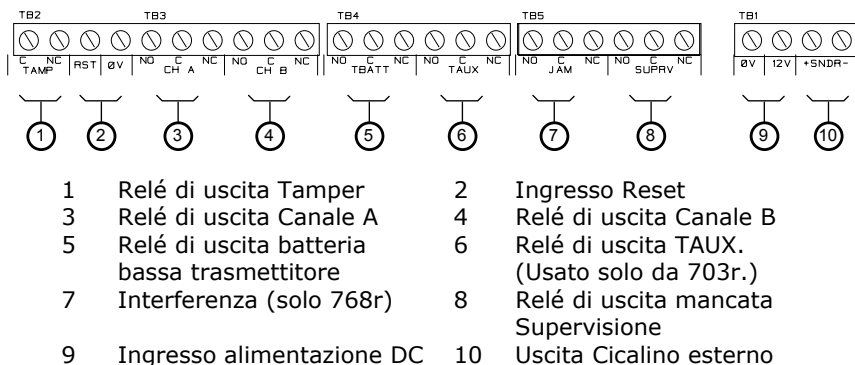

Figura 7. Connettori principali PCB.
E' possibile collegare ogni 768r/769r ad una centrale di allarme qualsiasi tramite connettori posti sulla scheda principale o dai connettori della scheda opzionale e 8 relè. La Figura 7 mostra in dettaglio i connettori disponibili sulla scheda principale.
1. Collegare un'alimentazione a 12VDC al connettore d'ingresso dell'alimentazione DC (vd. Figura 7).